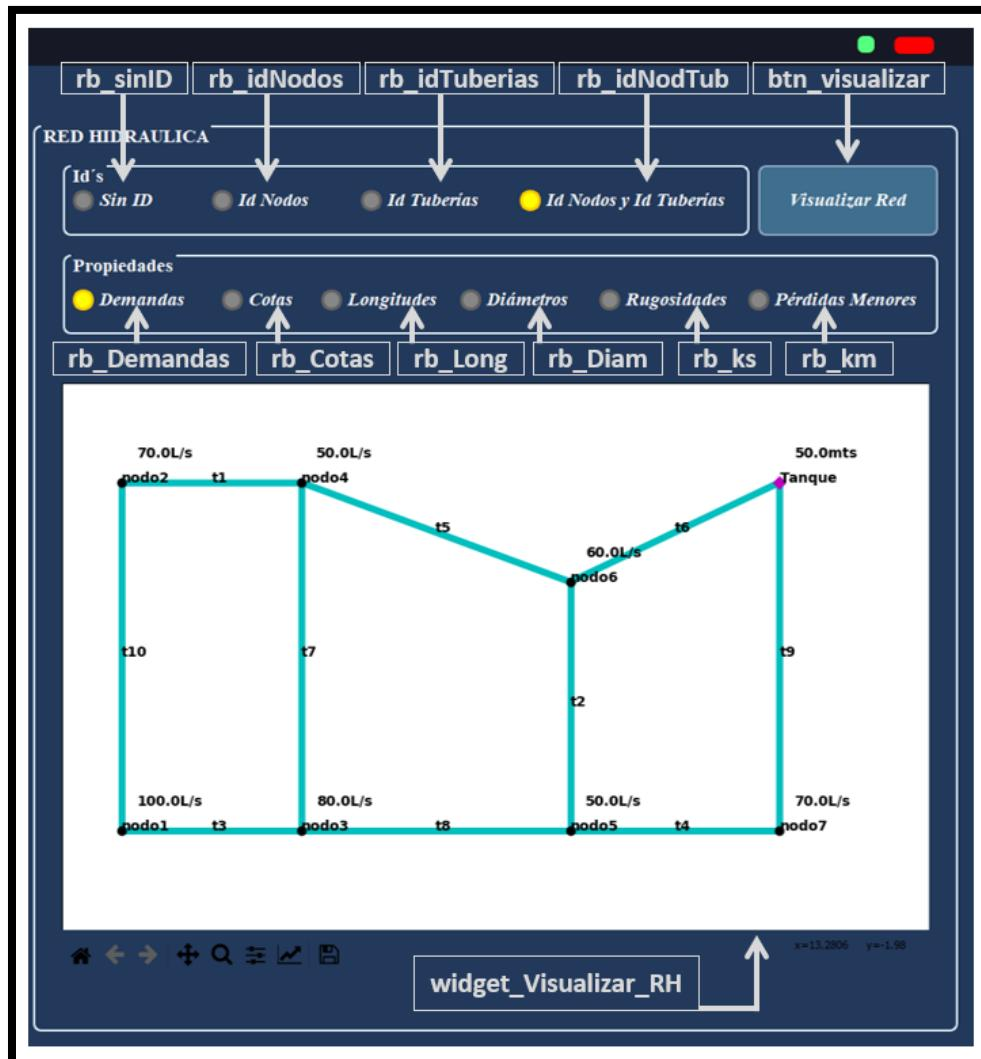

Figura 18. Componentes Generales de la Sección de Red hidráulica
- groupBox\_14:** en este componente se visualiza la información proporcionada relevante a la red, en la figura 18 se explica a detalle cada componente dentro de este grupo.
Para el **groupBox\_14** los tipos de cada uno de sus componentes, mostrados en la figura 18, son: